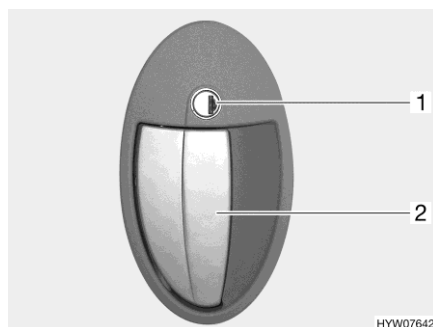

Fig. 30 Serratura della porta (porta di ingresso, lato esterno)
- Inserire la chiave nel cilindro della serratura (Fig. 30,1) e ruotare in senso orario, fino a quando la serratura della porta si sblocca.
- Tirare la maniglia della porta (Fig. 30,2). La porta è aperta.
- Inserire la chiave nel cilindro della serratura (Fig. 30,1) e ruotare in senso antiorario, fino a quando la serratura della porta si blocca.